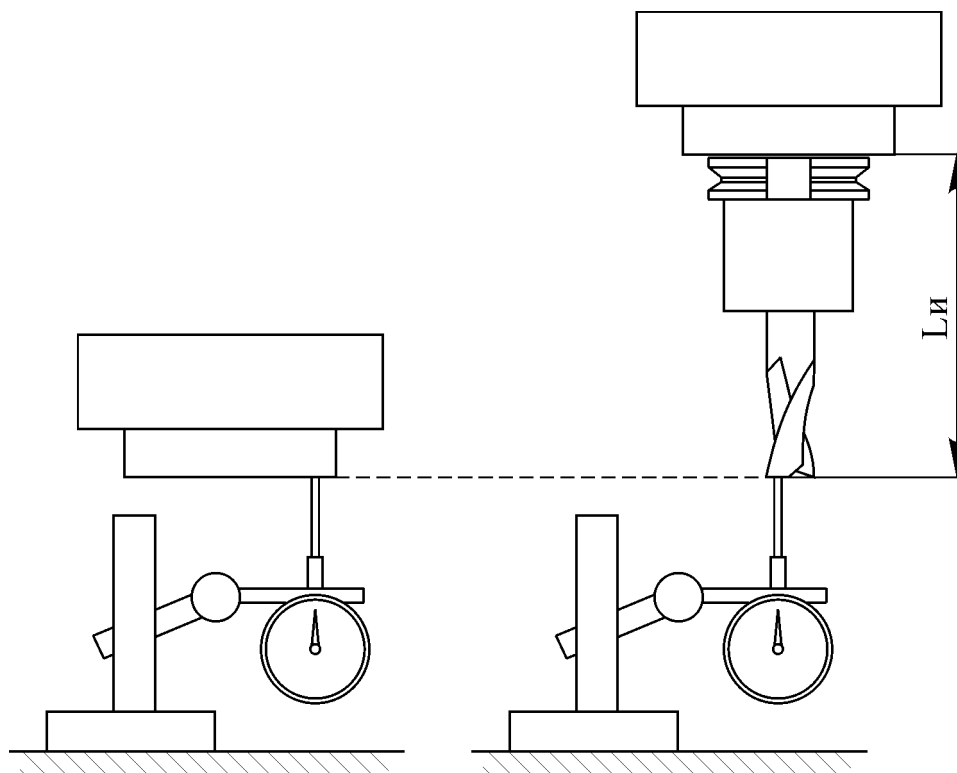

Рис. 4.2. Схема определения вылета инструмента
- выполнить перемещение торца шпинделя на циферблатное измерительное устройство. Установить циферблатное устройство на 0 (рис. 4.2);
- переместить вершину инструмента до соприкосновения с циферблатным измерительным устройством. Перемещать вершину инструмента до тех пор пока на циферблатном устройстве не установится 0 (см. рис. 4.2);